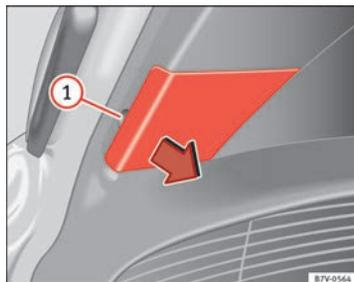

Fig. 211 Dans le hayon arrière : retirer le cache.
3. Retirez le cache avec soin en faisant levier avec la partie plate du tournevis de l'outillage de bord (⇒ fig. 200) au niveau de la cavité ⇒ fig. 211 ①.